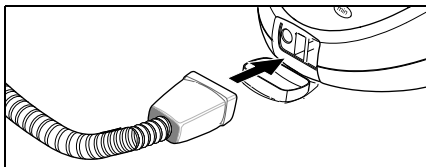

Fig. 5
- Inserire bene la spina del tubo vapore (C7) nella presa dell'apparecchio (A1). I due fermi della spina devono innestarsi nel coperchio della presa dell'apparecchio (Fig. 5).